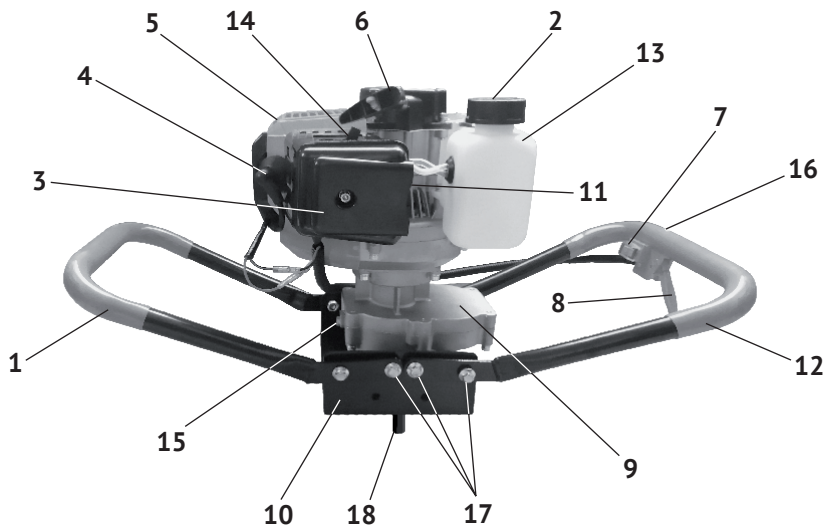

рис. 1
2.4 Общий вид бензобура представлен на рис.1
3.1 Металлический редуктор бензобура (рис.1 поз.9) с двигателем и рукоятками (рис.1 поз.1 и 12) закреплены на стальной соединительной планке (рис.1 поз.10). Соосный с валом двигателя шестерёнчатый редуктор понижает частоту вращения, что приводит к увеличению крутящего момента на выходном валу (рис.1 поз.18). На выходной вал стандартного размера ( $\varnothing$  20мм) крепится рабочий инструмент бензобура: шнеки для бурения скважин в грунте или лунок во льду.
3.2 Бензобур оснащён одноцилиндровым двухтактным двигателем внутреннего сгорания с вертикальным расположением коленчатого вала. Двигатель имеет карбюраторную систему питания. Пуск двигателя осуществляется ручным тросовым возвратным стартером (рис.1 поз.6).
- затянуть (если не установлен) винтом (рис.1 поз.16) на правую рукоятку (рис.1 поз.12) в удобном для работы положении блок управления (выключатель зажигания, рычаг газа).
Открутите крышку (рис.1 поз.2) топливного бака. Заливайте топливо в бак не более чем на 1 см ниже уровня основания заливной горловины. Перед запуском двигателя тщательно протрите топливный бак, удалив возможные при заправке брызги топлива.
6.1.2 При нажатии на рычаг дроссельной заслонки (рис.1 поз.8), увеличатся обороты двигателя и, после срабатывания центробежного сцепления, шнек начнет вращаться. Скорость вращения шнека регулируется усилием, приложенным к рычагу дроссельной заслонки.